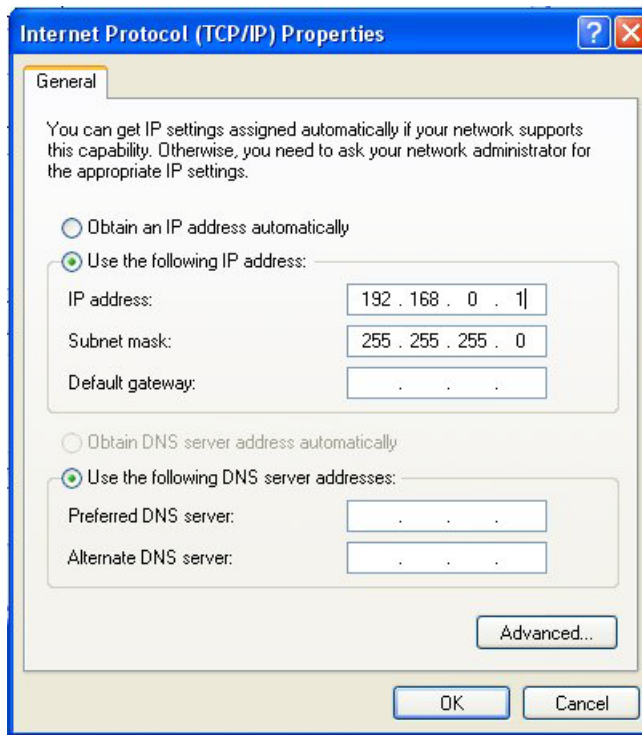

Рис. 7-9 Окно Протокол интернета (TCP/IP): Свойства (Windows XP)
7. В диалоговом окне **Internet Protocol TCP/IP: Properties** (Протокол интернета TCP/IP: Свойства) отметьте **Use the following IP address** [Используйте следующий IP-адрес] (см. Рис. 7-9 на стр. 210).